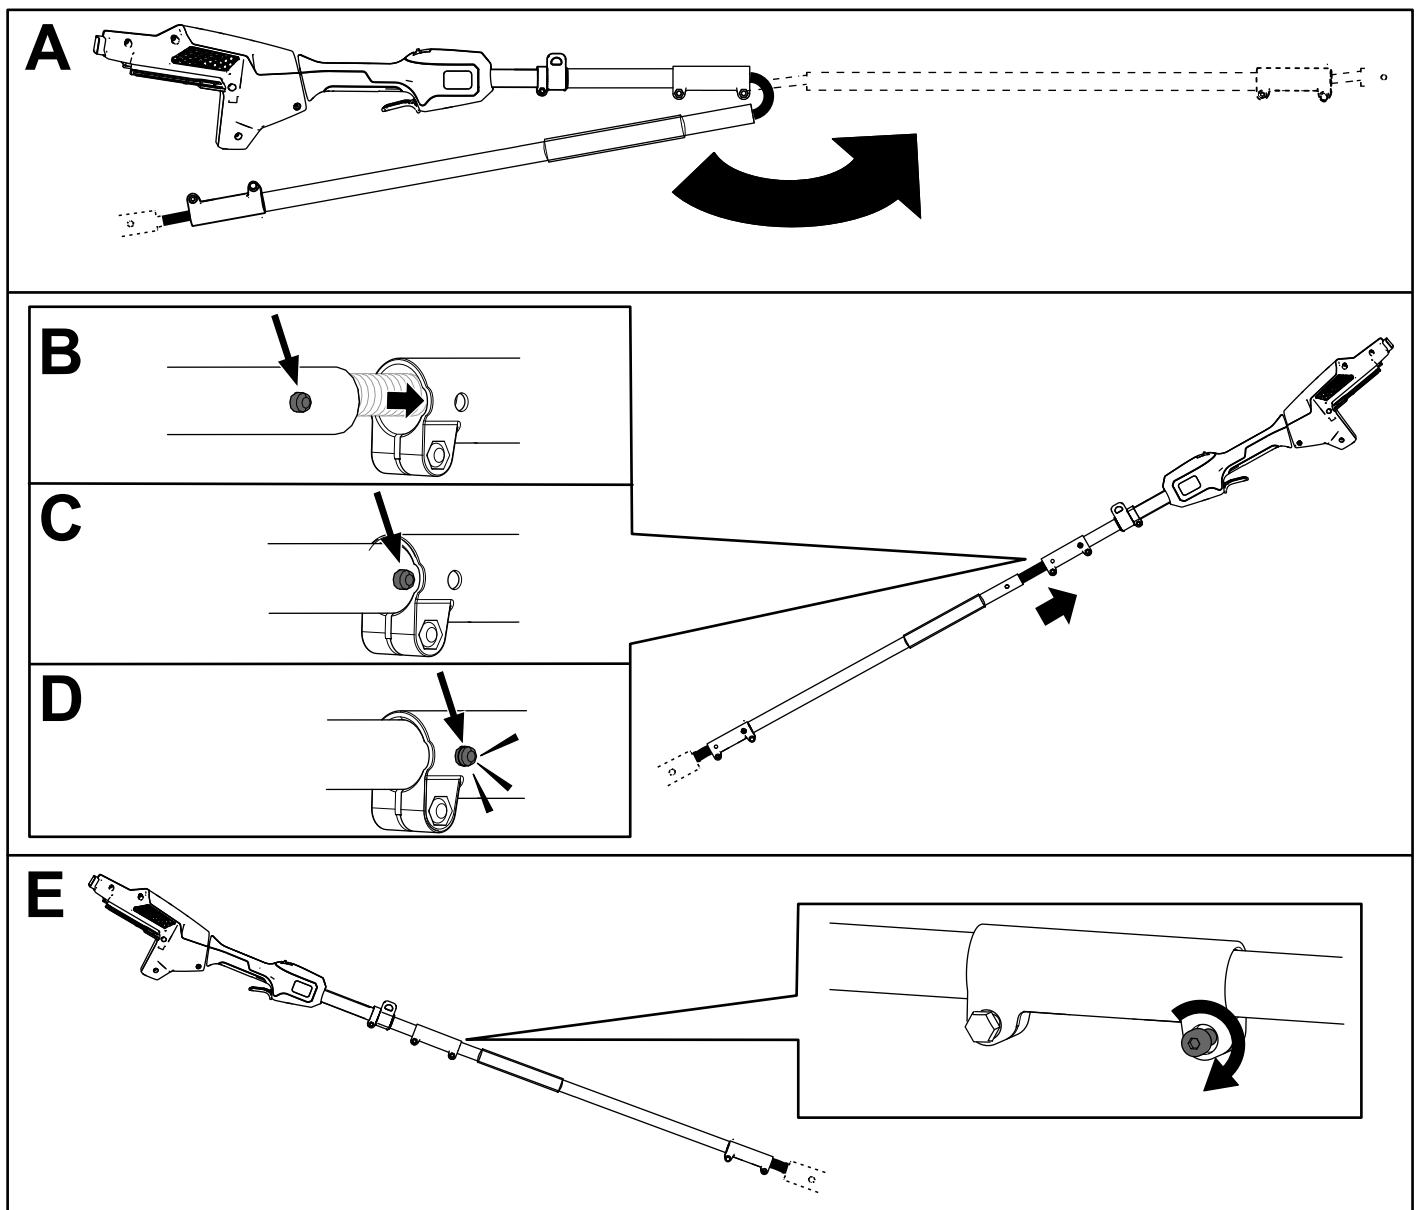

Figura 5
2. Allineate il pulsante di bloccaggio sulla sezione intermedia del palo con il foro scanalato all'estremità della sezione della maniglia del palo, e fate scorrere insieme i 2 alberi (Figura 5).
3. Utilizzate l'attrezzo fornito per fissare queste 2 sezioni del palo insieme (E di Figura 5).
4. Ripetete questa procedura per collegare la sezione della elettrosega alla sezione intermedia del palo (Figura 5).